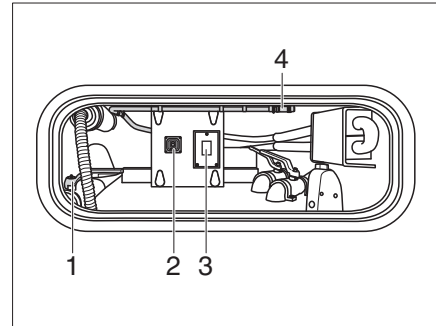

Bild 358 Spola kassett till toalett med kvarn (bild i förvaringsbox)
- Öppna tömningsventilen (Bild 358,1).
- Tryck på omkopplaren (Bild 358, 3). Spärrventilen för tömningen under golvet öppnar sig.
- Manövrera omkopplaren (Bild 358,2) för tömningspumpen.
- Haka loss slangen för tankrengöringen (Bild 358,4) i förvaringsboxen och anslut den till en vattenanslutning.
- Ta av vattenanslutningen efter spolningen och stoppa undan slangen för tankrengöringen (Bild 358,4) för förvaring.
- Stäng tömningsventilen (Bild 358,1).